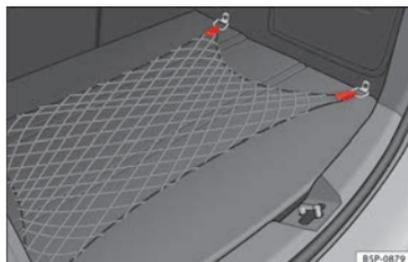

Fig. 111 Red portaobjetos del maletero.
- Utilice las anillas de amarre existentes en los laterales del maletero para fijar la red portaobjetos » **fig. 111**.